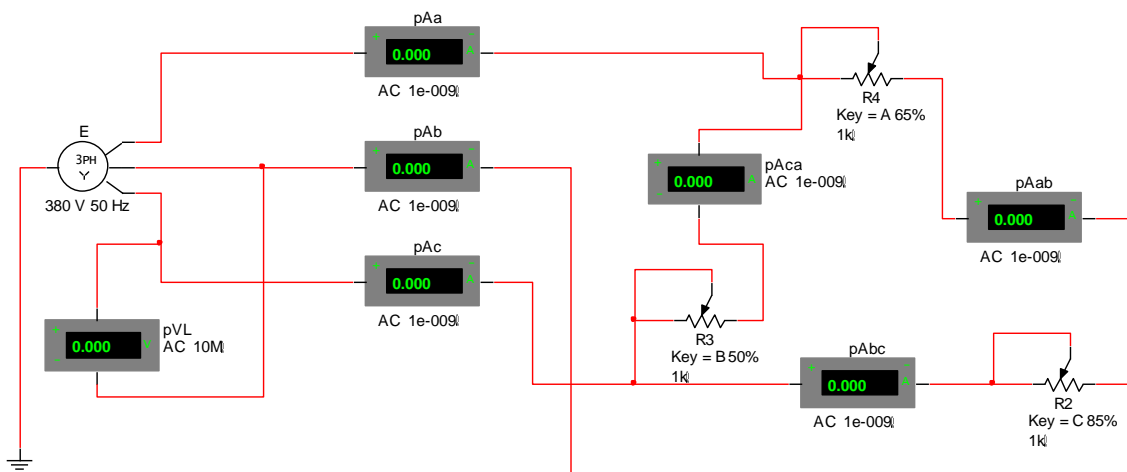

Рис. 3.11
9. Откройте файл 8.1 и включите цепь по схеме рис. 3.11.